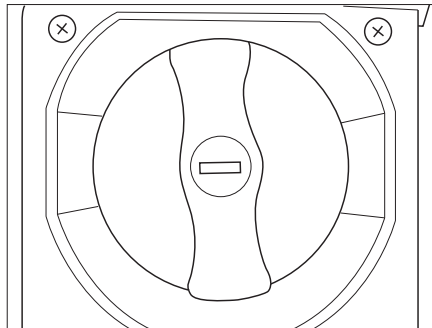

Figure 73 Ouverture de remplissage
- Remplir le réservoir d'eau fraîche à l'aide d'un tuyau de remplissage approprié ou d'un bidon en passant par l'ouverture de remplissage (Figure 73). Le réservoir d'eau fraîche est équipé d'un trop-plein. Si le réservoir est plein, l'excès d'eau s'écoule à travers celui-ci vers l'extérieur sous le véhicule.